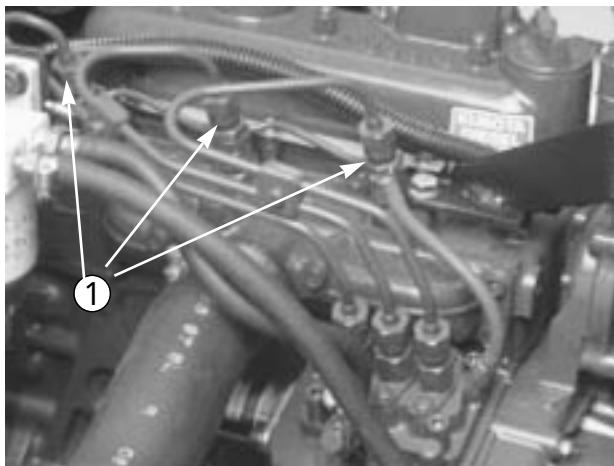

図52
1. No.1 ノズル&ホルダ・アセンブリ(図52)のパイプ接続部をゆるめる。